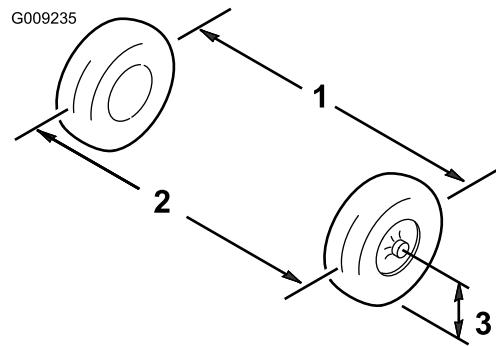

Figure 56
- Mesurez la distance entre les roues avant à hauteur d'essieu, à l'avant et à l'arrière des roues (Figure 56).